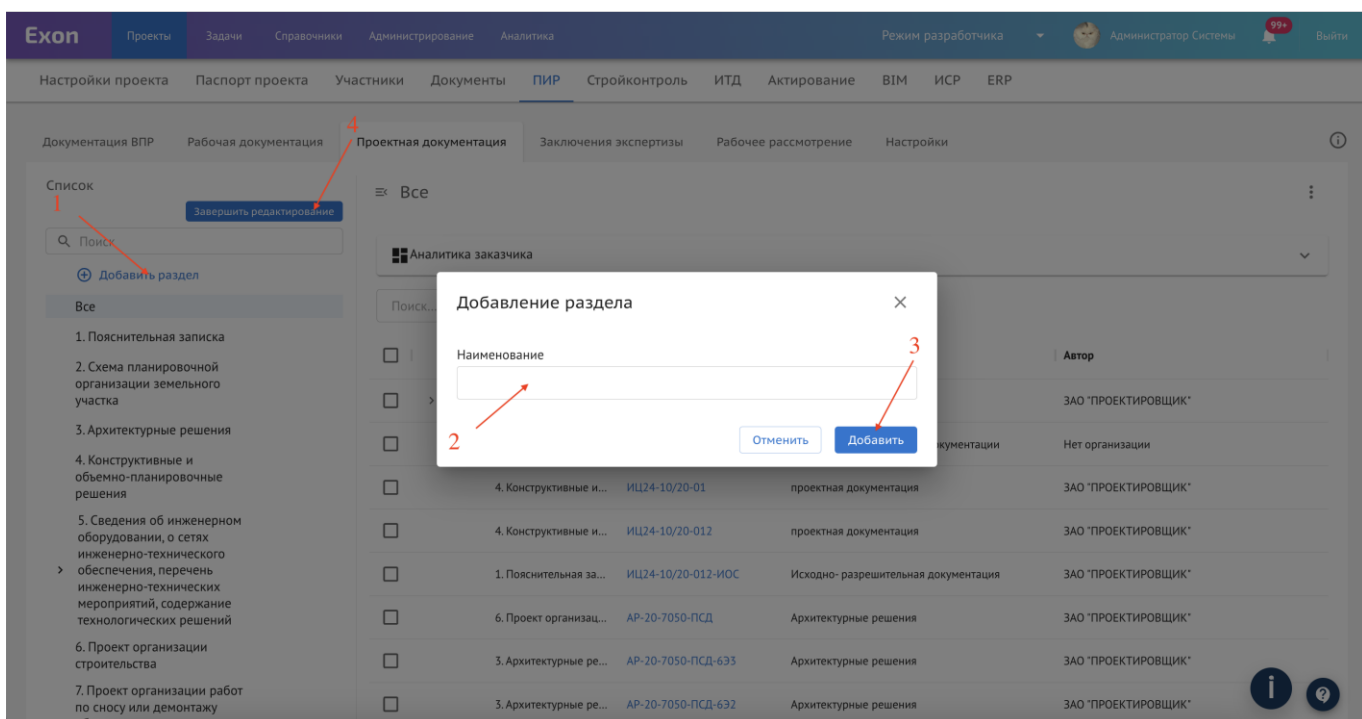

Рис. 52 - Добавление раздела
2. Если необходимо добавить дополнительный раздел, следует нажать на соответствующую кнопку (1), ввести наименование раздела (2) и нажать «Добавить» (3), после чего необходимо сохранить изменения действием «Завершить редактирование» (4) (рис. 52);